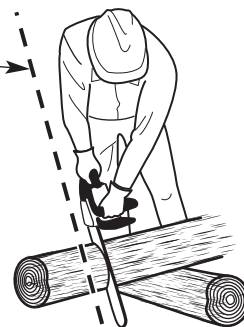

Fig. 8
- Utilice estos lugares para las manos independientemente de que el operador sea diestro o zurdo. Esto ayudará a mantener al operador levemente hacia la izquierda de la unidad y fuera de la línea directa de la sierra en caso de que se produzca un retroceso (Fig. 8 y Fig. 9).